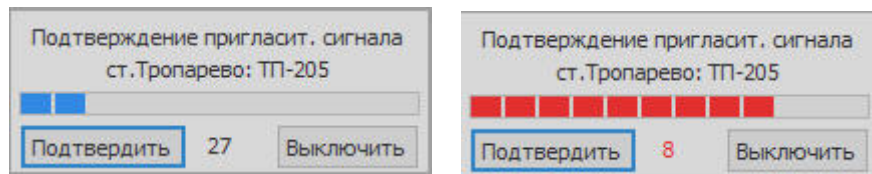

Рис. 3.22 Окно подтверждения действия пригласительного сигнала
2. Нажать ЛКМ на изображение светофора, пригласительный сигнал которого нужно включить, появится окно подтверждения выбора ответственной команды ТУ (Рис. 3.22).